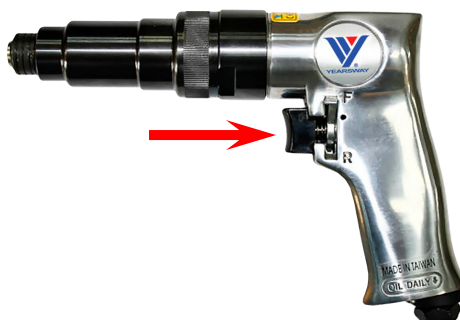

Рис. 4
- Управление пневматическим шуруповертом осуществляется с использованием пускового курка, который находится под указательным пальцем (Рисунок 4).